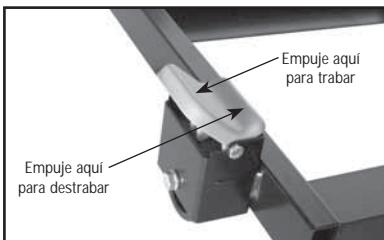

Figura 10
6. Para trabar la base en su lugar presione la palanca con su pie. Para destrabarla, empuje el lado corto de la palanca con su pie. Figura 10.